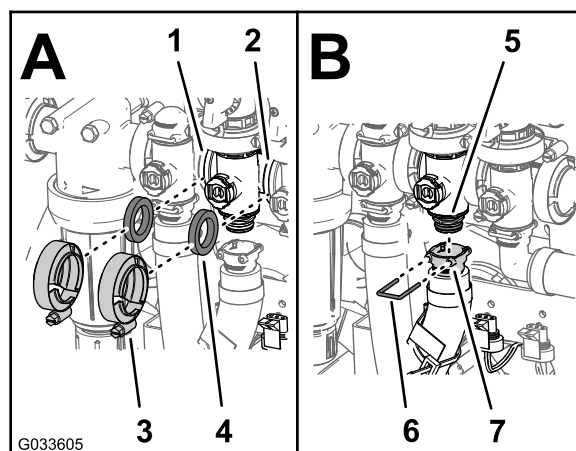

Figura 125
- Monte a válvula de derivação de agitação, junta e coletor da válvula de agitação com uma braçadeira de flange e aperte bem à mão (Figura 125).